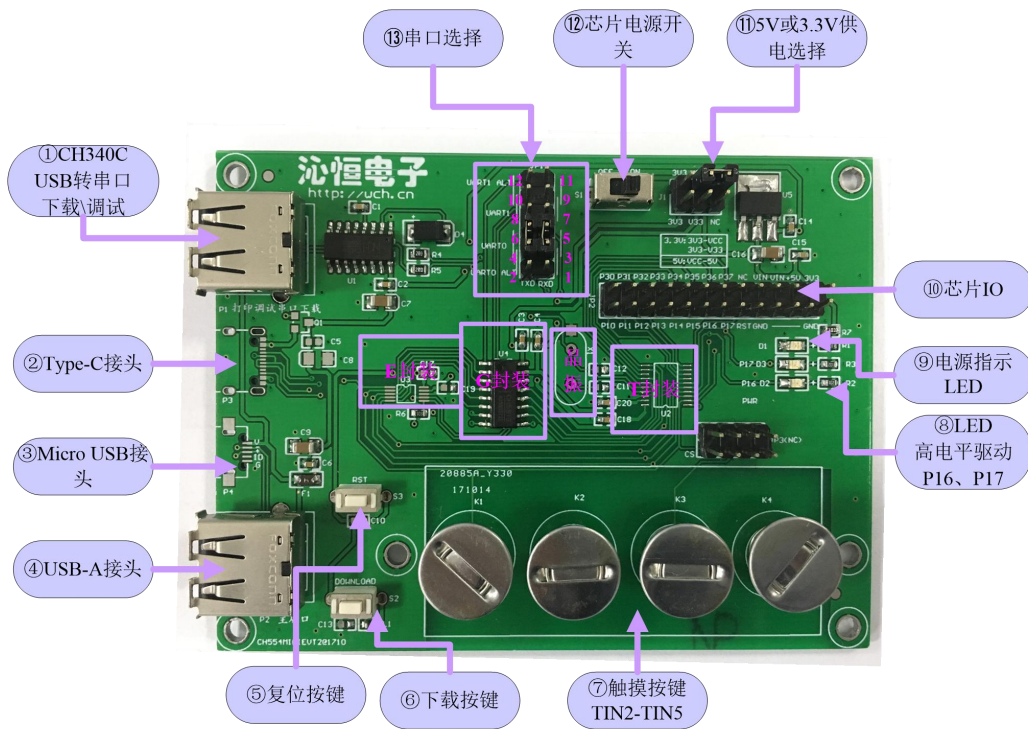

图 1.1：CH554MINIEVT2@1711（新版）
a. 板子断电, 图 1.1 的⑪跳线选择芯片供电电压, 如 , 为 5V 供电;
- b. 按住图 1.1 的⑥Download 键 ，将③或④与 PC 相连；
- d. 松开⑥；
- e. 使用 ISP 软件下载，具体参考 3.3 的①；
- a. 板子断电，图 1.1 的⑪跳线选择芯片供电电压，如 ，为 5V 供电；
- b. 串口下载使用芯片的 P16 (RXD) 和 P17 (TXD) 引脚，将图 1.1 ⑬选择串口 1 (短接 9-7;10-8)；
(1) 按键下载：按住图 1.1 的⑥Download 键 ，通过①连接 PC，松开按键；
(2) 无按键下载：将①连接 PC，ISP 工具选择对应串口号，点击下载，然后给芯片供电 (⑫